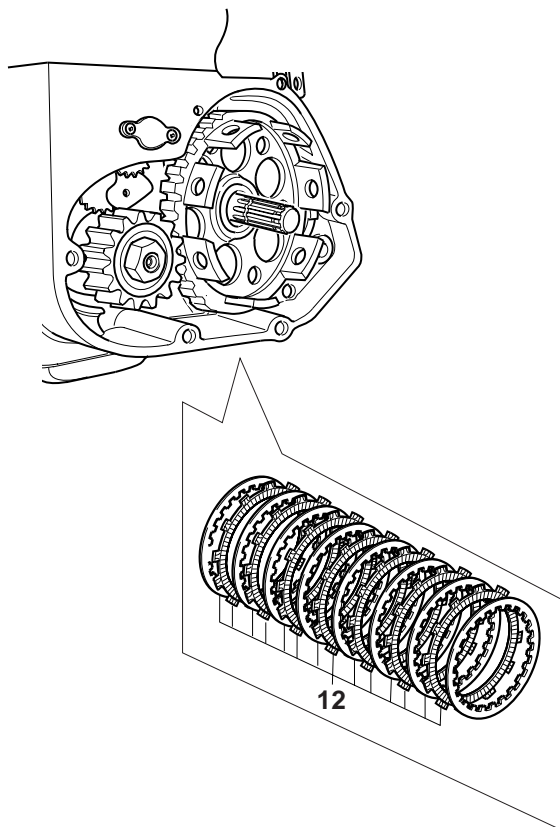

Fig. 42
7. Inserire i dischi frizione "12" come in Fig.42 (8 dischi metallici, 7 dischi guarniti).
7. To place the clutch plates "12": like in Fig. 42(8 metallic plates, 7 sintered plates).
7. Kupplungsscheiben "12" einsetzen: siehe Abb.42 (8 Metallscheiben, 7 verzierte Scheiben).
7. Insérer les disques "12": voir fig. 42(8 disques métalliques, 7 disques garnis).